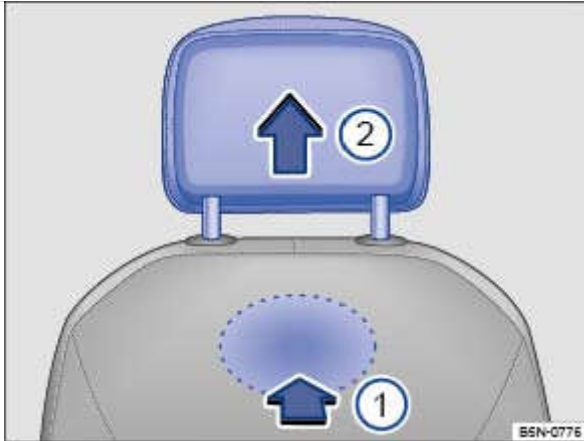

Fig. 54 Dépose de l'appuie-tête avant.
- Pour déverrouiller l'appuie-tête, recherchez avec les doigts l'enfoncement à l'arrière au niveau de la zone marquée et appuyez dans le sens de la flèche → Fig. 54 ① .
- Extrayez les appuie-têtes dans le sens de la flèche → Fig. 54 ② .